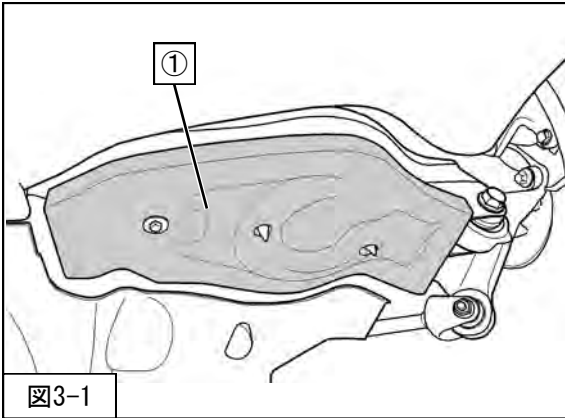

図3-1
2. ①リアロアアームカバーを取外してください。(図3-1)